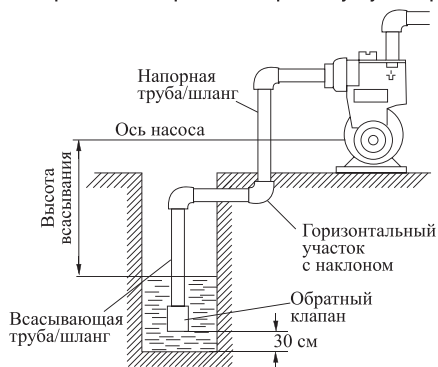

рис. 2
6.2 Устанавливайте станцию как можно ближе к колодцу, однако, если по каким-либо причинам это невозможно выполнить, помните, что максимальная длина горизонтального участка всасывающего трубопровода ограничена в соответствии с высотой всасывания (рис. 2). При определении высоты всасывания следует учитывать падение уровня воды в колодце в засушливый период.
6.7. Всасывающую трубу/шланг (рис. 2) подсоедините к входному отверстию, расположите под углом к входному отверстию, погрузите всасывающую трубу/шланг в воду на глубину не менее 2 м (расстояние до дна должно быть не менее 0,3 м).
Внимание! Для функционирования насосной станции необходимо всасывающую трубу/шланг оснащать обратным клапаном (рис. 2) (обратный клапан в комплект поставки не входит).
6.8. Присоедините напорный трубу/шланг (рис. 2) к выходному отверстию.